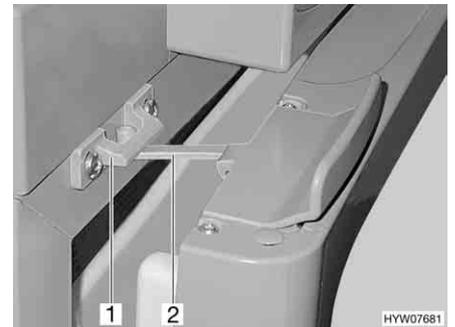

Fig. 174 Puerta del frigorífico en posición de ventilación (Thetford)
- Abrir el bloqueo (Fig. 174,2) y engatillarlo en el alojamiento del bloqueo (Fig. 174,1). De este modo, la puerta del frigorífico quedará ligeramente abierta.